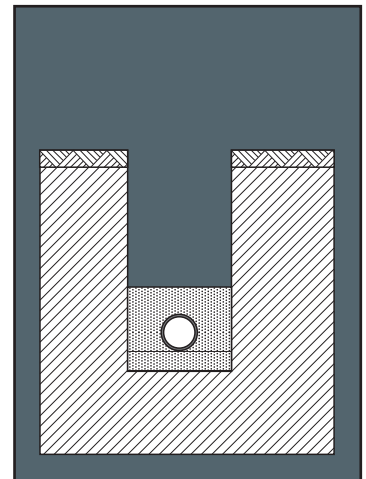

Abb. 8
d) Die seitliche Verfüllung und die Verfüllung bis 150 mm über den Rohrscheitel können in einem einzigen Schritt erfolgen, wenn Materialien wie Sand oder Schlamm verwendet werden (Abb. 8).